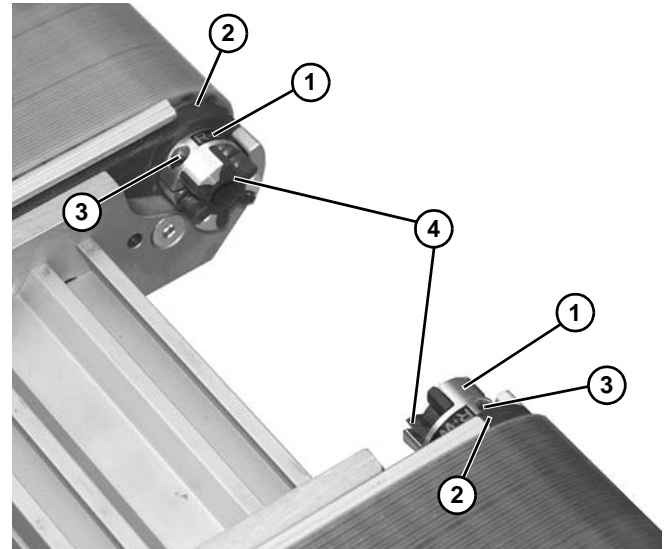

Figura 27
5. Separe e instale la parte externa del acoplamiento de tres mordazas (**Figura 27, artículo 1**) en la parte del eje de cada extremo del transportador.
Cuando tenga sujeto el acoplamiento de tres mordazas (**Figura 27, artículo 1**) mantenga una distancia de entre 8 y 18 mm a las placas de los cabezales (**Figura 27, artículo 2**).
6. Apriete los tornillos fijadores (**Figura 27, artículo 3**) a 2 Nm para fijar la posición de la parte exterior del acoplador de 3 mordazas.
7. Instale la araña de 3 mordazas (**Figura 27, artículo 4**) en cada uno de los extremos de la parte exterior del acoplamiento de 3 mordazas.